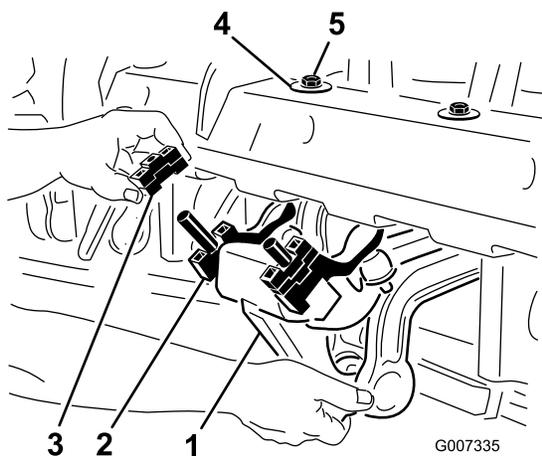

Figure 26
1. Retirez les 2 contre-écrous (1/2 po) qui fixent l'amortisseur Rotalink sur le dessous du cadre de la tête d'aération (Figure 26).
2. Abaissez l'amortisseur pour exposer les entretoises (Figure 26).
- Remontez l'amortisseur sur le cadre de la tête d'aération. Appuyez bien la rondelle en « D » contre le cadre de la tête d'aération, comme montré à la Figure 26. Serrez les 2 contre-écrous.